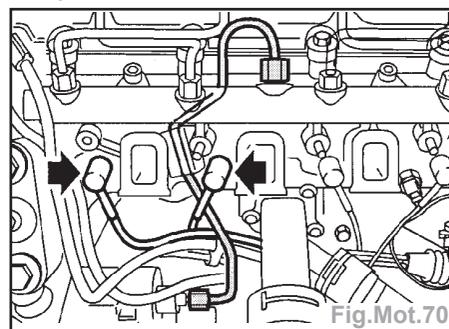

Fig.Mot.70
- Desserrer les 2 écrous et déposer le tuyau de carburant à haute pression. Déposer la bague de soutien du tuyau (Fig.Mot.70).